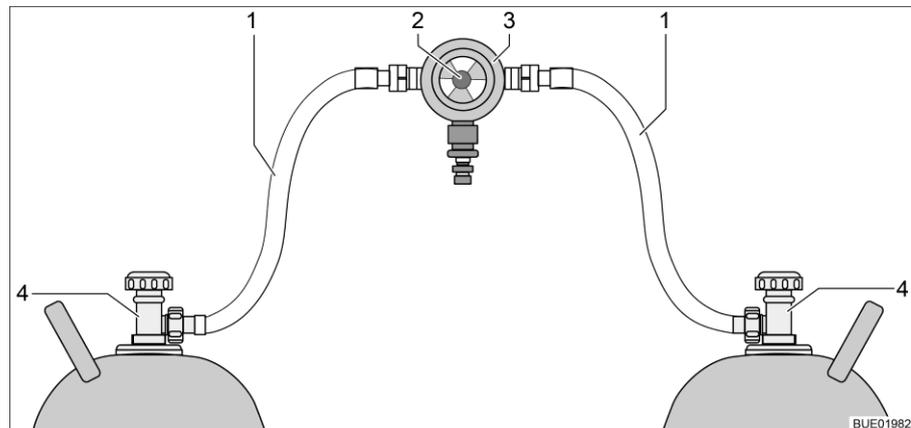
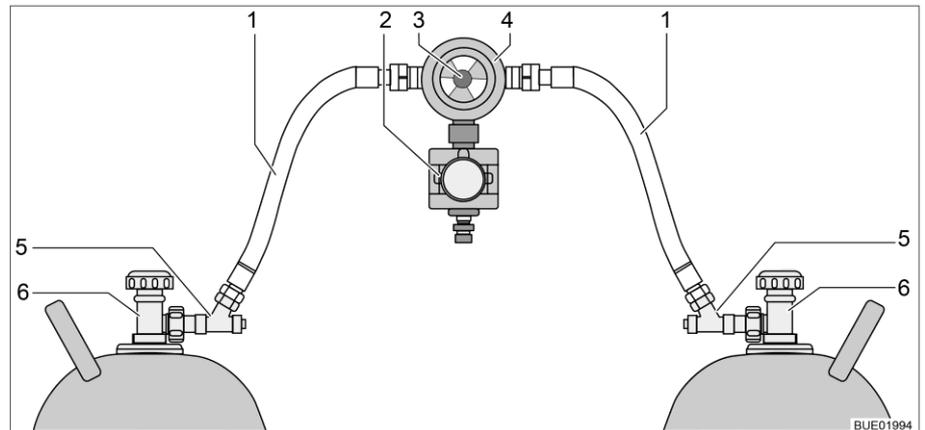

Bild 177 Gasflaschen-Umschaltanlage
Bild 178 Gasflaschen-Umschaltanlage mit CPU
Die Gasflaschen-Umschaltanlage besteht aus einem kombinierten Gasdruckregler mit Umschaltventil und Anzeige (Bild 177,3). Die Gasflaschen-Umschaltanlage ist zwischen den beiden Gasschläuchen (Bild 177,1) montiert.
Die Gasflaschen-Umschaltanlage besteht aus einem kombinierten Gasdruckregler mit Umschaltventil und Anzeige (Bild 178,4) und einem Elektroventil (Bild 178,2). Das Elektroventil sperrt bei Vollbremsung, Unfall oder ungewöhnlich großer Schräglage die Gaszufuhr zum Fahrzeug. Die Gasflaschen-Umschaltanlage ist zwischen den beiden Gasschläuchen (Bild 178,1) mit Schlauchbruchsicherungen (Bild 178,5) montiert.
Mit dem Drehknopf (Bild 177,2 bzw. Bild 178,3) an der Gasflaschen-Umschaltanlage lässt sich bestimmen, welche der Gasflaschen als Betriebsflasche und welche Gasflasche als Reserveflasche verwendet wird.
An der Bedieneinheit (Bild 179) können nur die elektrischen Funktionen geschaltet werden. Die Haupt-Absperrventile der Gasflaschen (Bild 177,4 bzw. Bild 178,6) müssen von Hand geöffnet oder geschlossen werden.
- Haupt-Absperrventile an den Gasflaschen (Bild 177,4 bzw. Bild 178,6) öffnen.
- Schlauchbruchsicherungen (Bild 178,5) nacheinander 10 Sekunden lang drücken.
- Mit dem Drehknopf (Bild 177,2 bzw. Bild 178,3) an der Umschaltanlage die Gasflasche wählen, der vorrangig das Gas entnommen werden soll (Betriebsflasche). Drehknopf immer bis zum Anschlag drehen.
- Haupt-Absperrventile an den Gasflaschen (Bild 177,4 bzw. Bild 178,6) schließen.